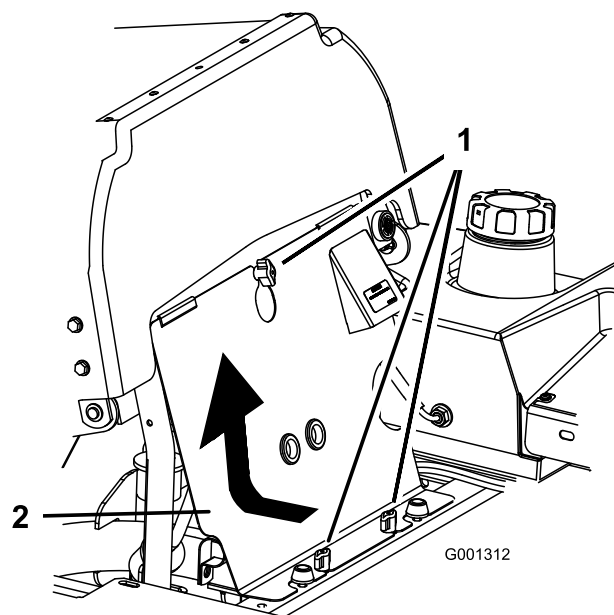

Figura 63
1. Incline el asiento hacia adelante y retire el panel delantero del motor (Figura 63).